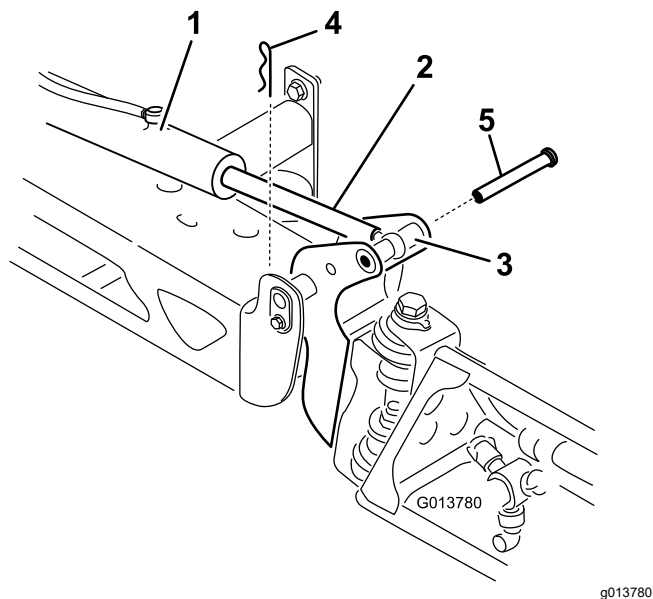

Figura 63
2. Remova o contrapino do pino de articulação (Figura 63).
3. Eleve a lança, remova o pino (Figura 63) e abaixe a lança lentamente até o solo.
9. Enquanto segura a lança, insira o pino através da articulação da lança e da haste do atuador (Figura 63).